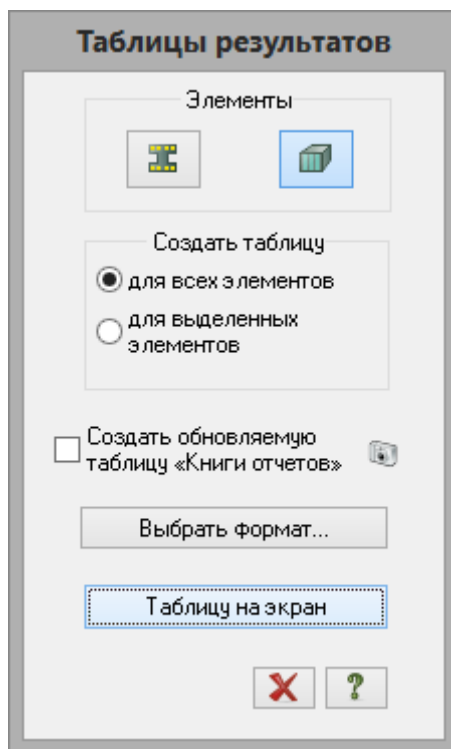

Рис.2.21. Диалоговое окно Таблицы результатов
- Вызовите диалоговое окно **Таблицы результатов** (рис.2.21), выбрав команду  – **Таблицы результатов для ЖБ** в раскрывающемся списке **Документация** (панель **Таблицы** на вкладке **Конструирование**).